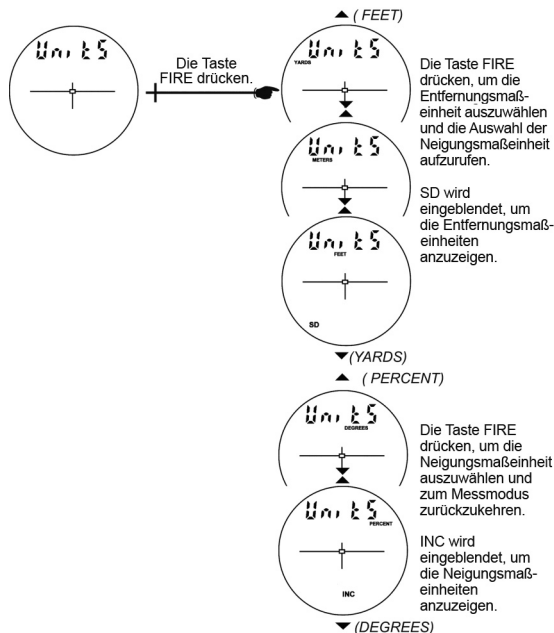

Abbildung 12
1. Halten Sie im Messmodus 4 Sekunden lang  gedrückt, um den Systemsetup-Modus aufzurufen. Auf der Hauptanzeige wird „UnitS“ eingeblendet, wie in Abbildung 12 dargestellt.